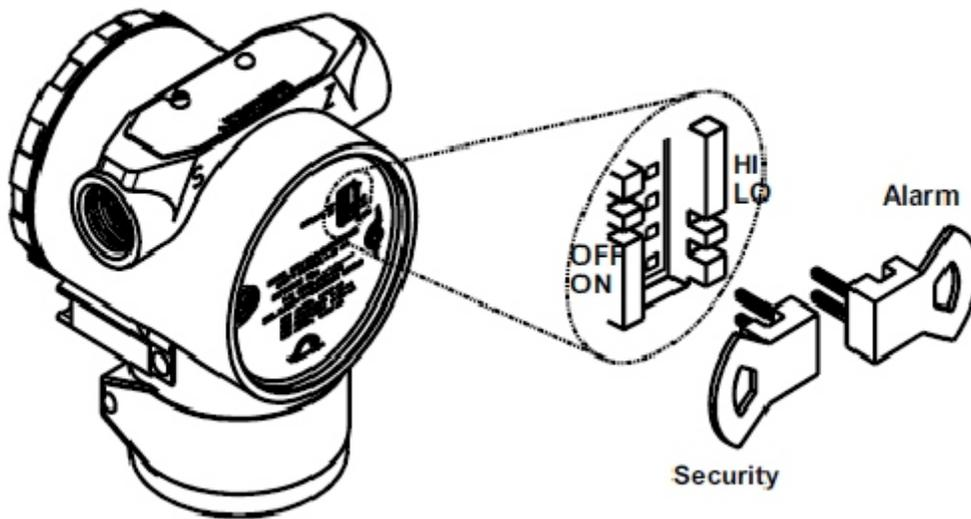

Figure 1
- *3051TA & 3051TG*: A jumper shall be placed in the read-only position to prevent any configuration changes or recalibration. Refer to Figures 1, 2 and 3.
- *3051TA & 3051TG*: Le cavalier doit être placé à la position consultation seulement afin d'empêcher toute modification des paramètres de configuration et d'étalonnage. Référez aux figures 1, 2 et 3.